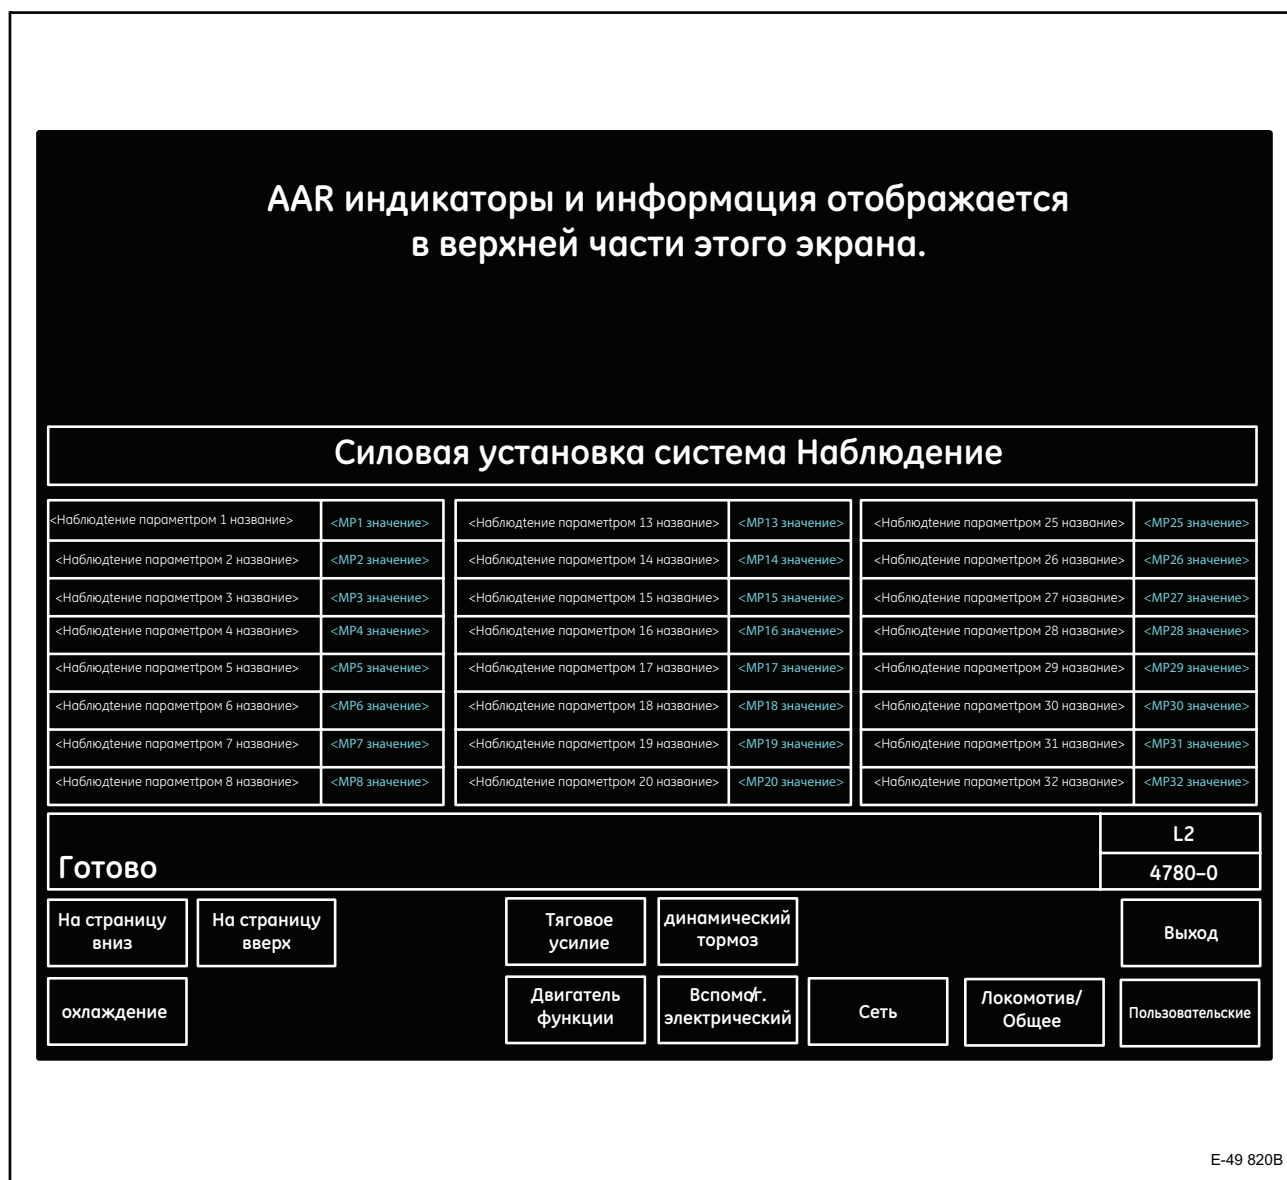

Рисунок 31. Типовой экран контроля силовой установки (4780-0)
9. Сенсорная клавиша 3 (**Силовая установка**) (Силовая установка) - отображает экран контроля силовой установки (4780-0, Рисунок 31). На этом экране отображается и постоянно обновляется заранее определенный набор параметров, характеризующих силовую установку локомотива. Дополнительные сведения см. в разделе 3.6.9., *КОНТРОЛЬ СИЛОВОЙ УСТАНОВКИ* настоящей публикации.
7. Сенсорная клавиша 3 (**Силовая установка**) (Силовая установка) - отображает экран контроля силовой установки (4780-0, Рисунок 31). На этом экране отображается и постоянно обновляется заранее определенный набор параметров, характеризующих силовую установку локомотива. Дополнительные сведения см. в разделе 3.6.9., **КОНТРОЛЬ СИЛОВОЙ УСТАНОВКИ** настоящей публикации.
На экране контроля силовой установки (4780-0, Рисунок 31) отображается и постоянно обновляется заранее определенный набор информации, относящейся к силовой установке локомотива.
Нажмите сенсорную клавишу F7 (**Loco Monitor**) (Контроль локомотива) на экране дополнительных меню главного рабочего экрана (0000-1, Рисунок 2), чтобы отобразить экран контроля локомотива (4001-0, Рисунок 22). На экране контроля локомотива нажмите сенсорную клавишу 3, чтобы отобразить экран контроля силовой установки (4780-0, Рисунок 31). Выполняя эту операцию, соблюдайте *процедуры эксплуатации железной дороги*.
8. Сенсорная клавиша 3 (**Силовая установка**) (Силовая установка) - отображает экран контроля силовой установки (4780-0, Рисунок 31). На этом экране отображается и постоянно обновляется заранее определенный набор параметров, характеризующих силовую установку локомотива. Дополнительные сведения см. в разделе 3.6.9., *КОНТРОЛЬ СИЛОВОЙ УСТАНОВКИ* настоящей публикации.